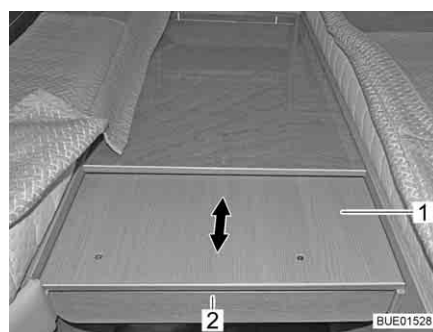

Fig. 118 Puxar para fora o acrescento da cama
- Agarre por baixo do painel (Fig. 118,2) e puxe o acrescento (Fig. 118,1) para fora até ao encosto.